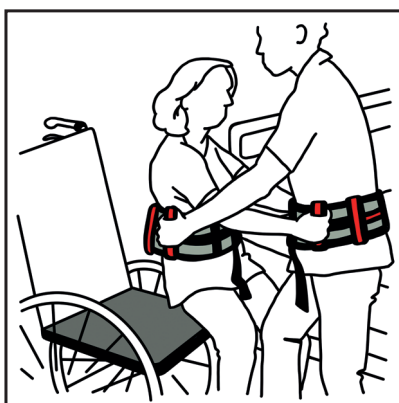

Fig. 3
- una volta in piedi, l'utente può essere ruotato nella direzione della sedia a rotelle. Se viene raggiunta la posizione desiderata davanti alla sedia a rotelle, l'utente può essere messo lentamente nella sedia a rotelle (Fig. 3).